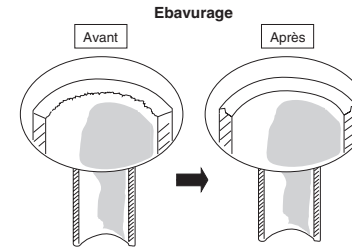

Fig. 5-1
- (1) Couper le tube en cuivre à la longueur requise avec un coupe-tube. Il est recommandé de couper environ 30 à 50 cm en plus de la longueur de la tuyauterie à évaluer.
- (2) Eliminer les copeaux à l'extrémité du tube en cuivre avec un alésoir de tube ou une lime. Ce procédé est important et doit être effectué soigneusement pour faire un bon évasement. Veiller à empêcher la pénétration de tout contaminant (humidité, saleté, copeaux métalliques, etc.) dans la tuyauterie. (Figs. 5-1 et 5-2)